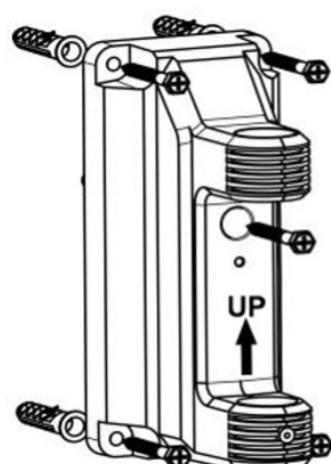

fig.2
3. Utilize o suporte de montagem como modelo para marcar a posição dos parafusos e faça cinco furos ($\Phi 12$ mm/0,47 pol., profundidade: 60 mm/2,36 pol.) na parede (Fig. 2).
4. Fixe o suporte com quatro parafusos auto-rosantes, conforme indicado. (Fig. 2)